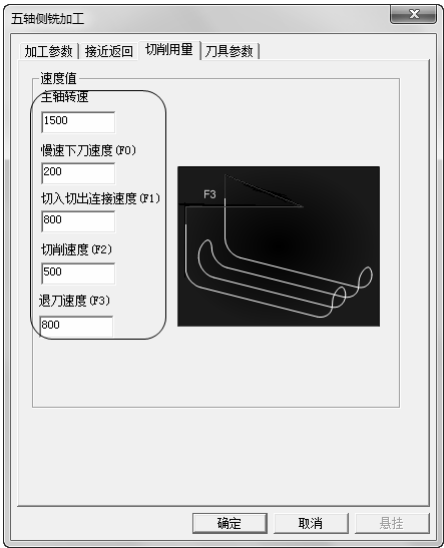

图 5-52 “切削用量”选项卡
3) 单击“切削用量”选项卡，设置“主轴转速”、“慢速下刀速度”、“切入切出连接速度”、“切削速度”、“退刀速度”，具体参数数值如图 5-52 所示。